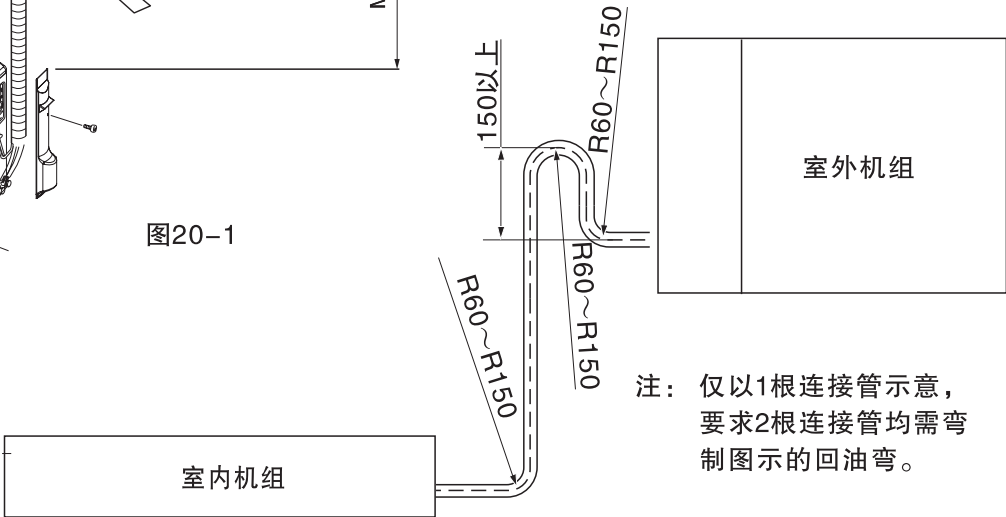

图20-2
- 3. 室外机比室内机 高时必须将制冷剂管弯制"回油弯"。(图20-2)